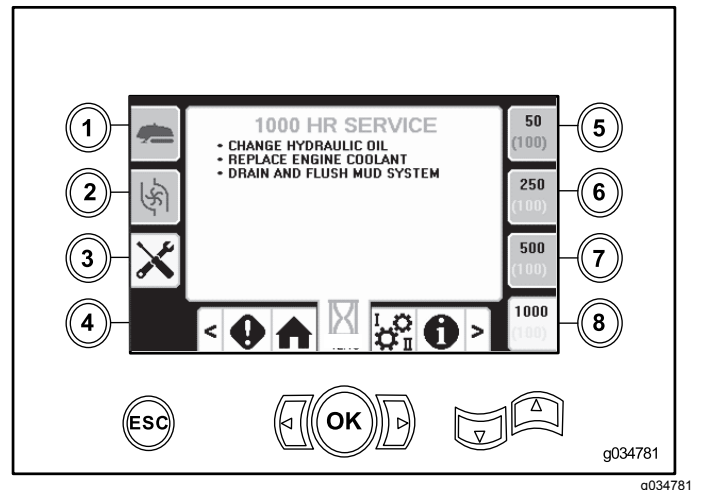

Figura 46
- Botón 8 – Programa de mantenimiento de 1.000 horas (Figura 46)